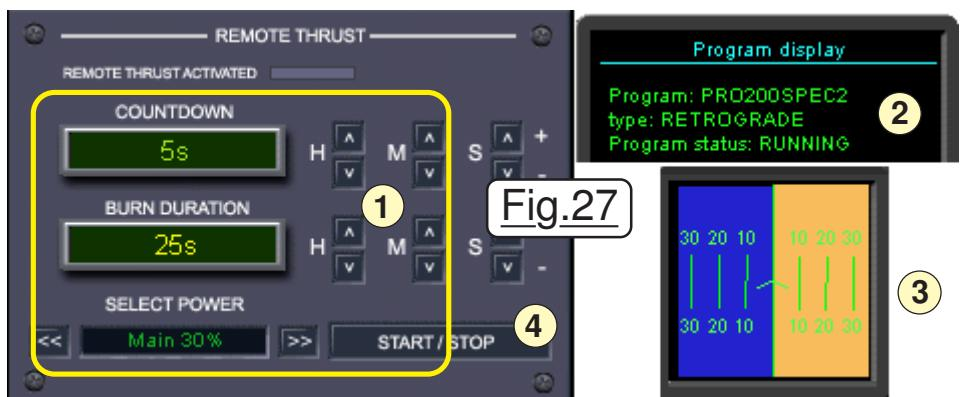

Fig.27
**R**echargez la situation 5 pour repartir sur de bonnes bases. Programmez une durée de 25 secondes, et à 30% de puissance avec un délai de 5 à 10 secondes comme montré en **1** sur la Fig.27 et activer la fonction **RETRO Grade**. Vous pouvez vérifier sur le display **2** du calculateur de bord que cette fonction est bien un programme du P.A : PRO200SPEC2. Attendre que le vaisseau soit bien orienté comme le confirme l'horizon artificiel **3**. Dès que le "timer" est déclenché en **4**, passer en vue extérieure et orientez la caméra vers ISS. Observez à quelle vitesse elle s'éloigne de nous pour à peine 25 secondes de combustion à 30%, ce qui démontre la puissance des moteurs du DG4. En fait, ce n'est pas ISS qui se sauve, elle continue à vitesse constante son petit bonhomme de chemin. Mais c'est nous qui ralentissons très très fort. Vous comprendrez également pourquoi les RCS ne sont pas assez dynamiques pour une telle manœuvre.